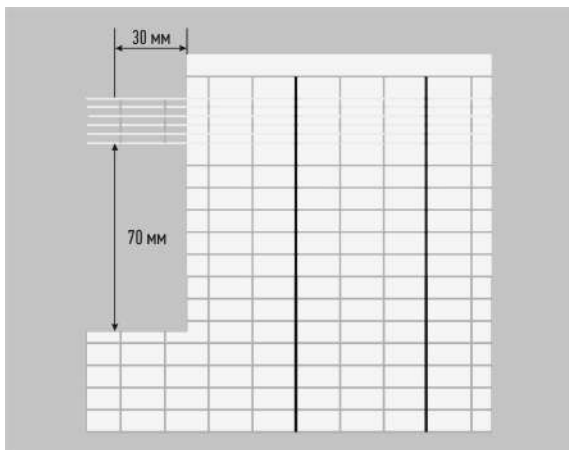

Рис. 1
2. Подготовьте полотно: снимите защитную пленку в местах присоединения проводов, для этого надо прорезать полотно вдоль серебряной шины с двух сторон на глубину 3 см, приподнять полосы пленки над шиной и отрезать их ножницами или ножом (следите за тем, чтобы режущий инструмент не повредил шину) и очистить шину от обрывков нагревательного элемента и сетки (рис. 1).